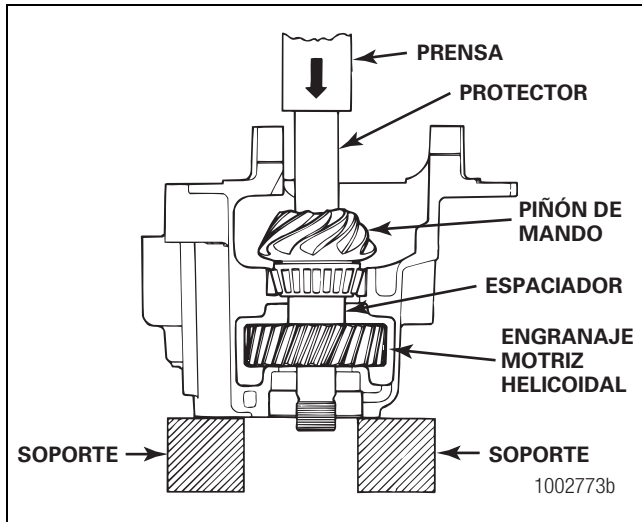

Figura 5.12
4. Coloque el engranaje motriz helicoidal sobre el hueco del piñón en el portador de manera que las ranuras dentro del engranaje queden hacia el FRENTE del portador. Coloque el espaciador más grande en la parte superior del engranaje motriz helicoidal de manera que el espaciador quede hacia la copa del cojinete interior. Figura 5.12.
5. Instale el piñón de mando en el engranaje motriz helicoidal. Verifique que las ranuras en el piñón encajen con las ranuras dentro del engranaje. Figura 5.12.
6. Coloque un protector sobre la cabeza del piñón de mando. Use una prensa para instalar el piñón en el portador de manera que el cono del cojinete interior toque la copa del cojinete. Por ahora, el engranaje motriz helicoidal no será instalado por completo en el piñón de mando. Figura 5.12.